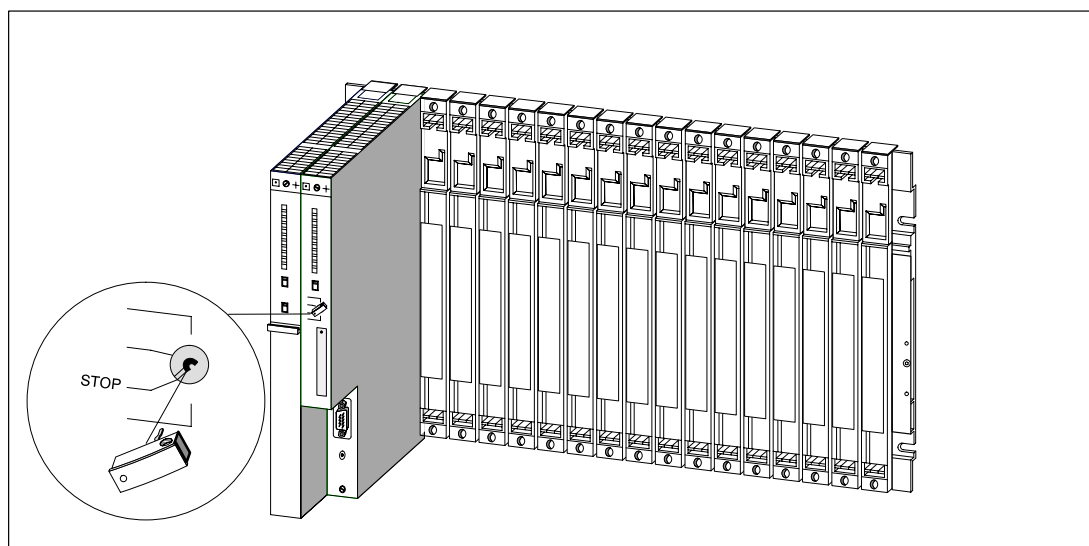

Figure 2-8 Introduction de la clé dans la CPU
8. Quand vous avez terminé le montage des modules, engagez la clé dans le commutateur à clé de la CPU (voir figure 2-8).